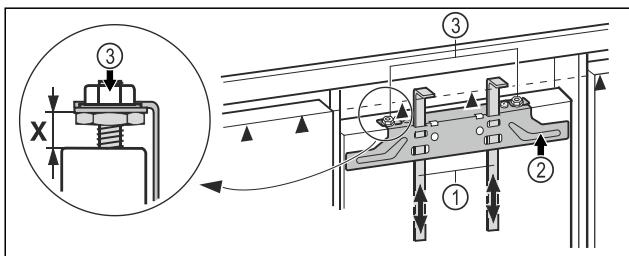

Fig. 16
- ▶ Împingeți ajutoarele de montaj Fig. 16 (1) până la înălțimea ușii mobilierului. Marginea inferioară de oprire▲ a ajutorului de montaj = marginea superioară a ușii mobilierului care urmează să fie montată.
- ▶ Deșurubați traversa de fixare Fig. 16 (2) prin intermediul contrapiulișelor Fig. 16 (3).